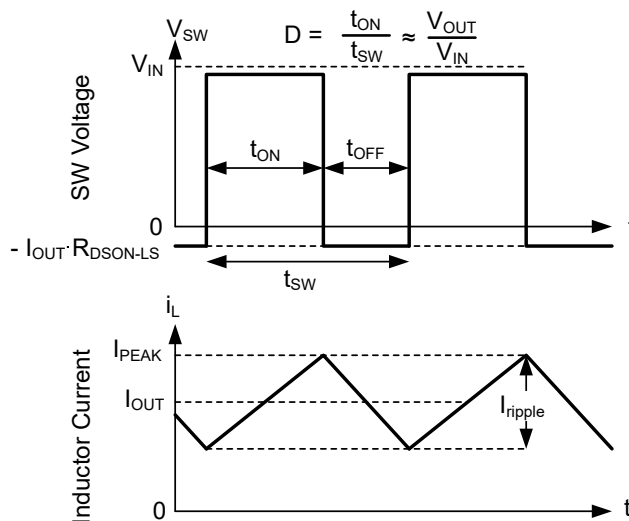

图 7-15. 连续导通模式 (CCM) 下的 SW 电压和电感器电流波形
有关器件的以下运行说明，请参阅节 7.2 和图 7-15 中的波形。在 CCM 中，该器件以变化的占空比 (D) 打开内部高侧 (HS) 和低侧 (LS) 开关，从而提供稳定的输出电压。在 HS 开关导通期间，SW 引脚电压 V_{SW} 摆动至大约 V_{IN} ，电感器电流 I_L 以线性斜率增加。HS 开关由控制逻辑关闭。在 HS 开关关闭时间 t_{OFF} ，LS 开关打开。电感器电流通过 LS 开关放电，这会强制 V_{SW} 通过 LS 开关两端的压降摆动到地电位以下。转换器环路调节占空比以保持恒定的输出电压。D 由 HS 开关在开关周期内的导通时间定义：